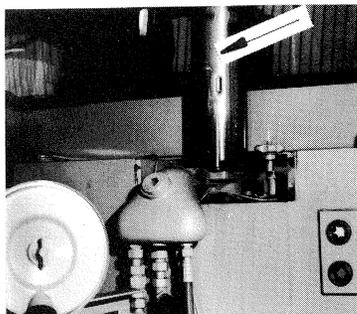

fig. 45
- retirer les éléments filtrants complètement avec la partie inférieure du boîtier (fig. 45/flèche) et effectuer les autres opérations en dehors du chargeur